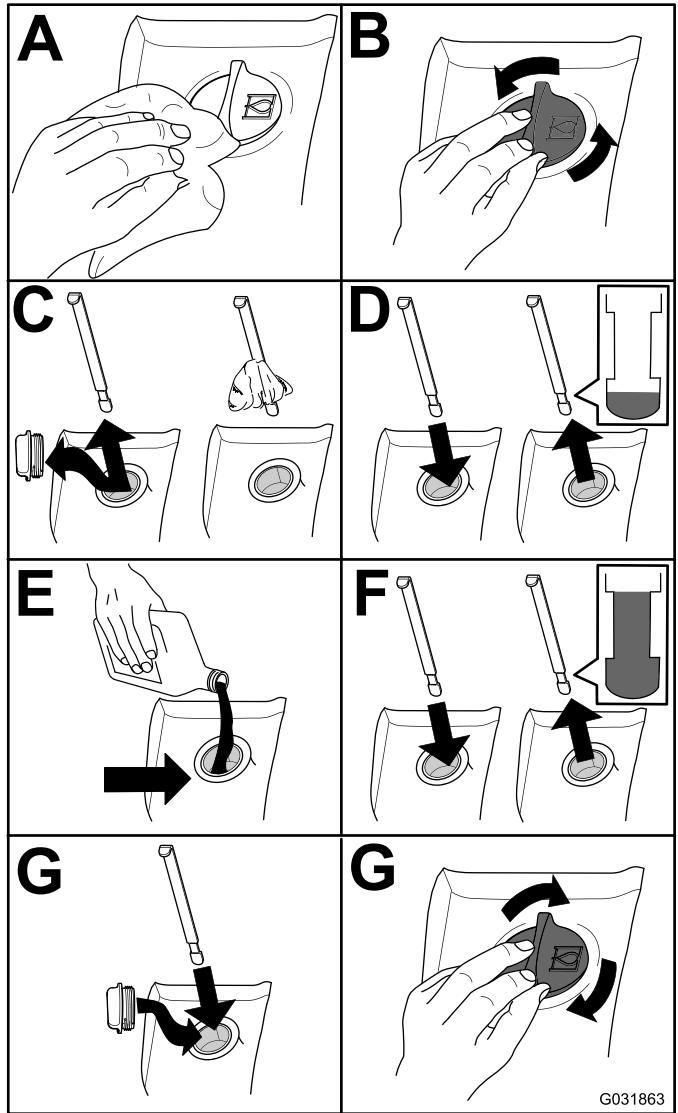

Figura 68
2. Controllare il livello del fluido idraulico (Figura 68).